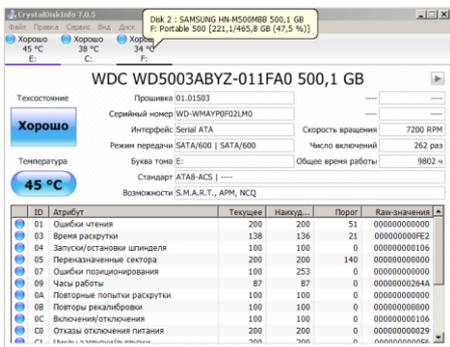
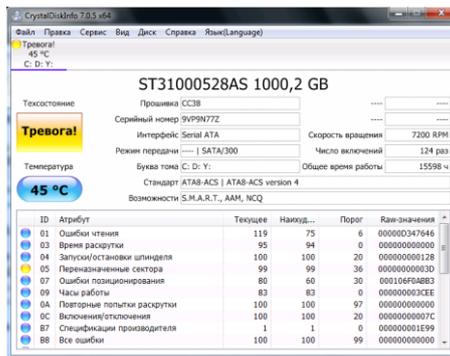

Рис. 48. Состояние диска нормальное
Рис. 49. Требуется замена диска
- 2 - после загрузки утилиты – выбрать интересующий жёсткий диск. В окне утилиты на индикаторе «Техсостояние» отобразится оценка состояния выбранного диска (Рис. 48, Рис. 49).